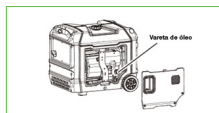

Fig. 1
- Desaperte o botão da tampa exterior direita e retire a tampa. (Fig. 1)
- Desaperte o botão da tampa exterior direita e retire a tampa. (Se este for o primeiro arranque, a tampa já deve ter sido retirada no passo anterior. Caso contrário, efetue primeiro o procedimento indicado na Fig. 1 acima)